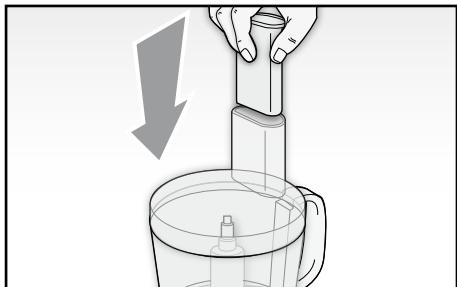

Fig. 8
- Se durante il funzionamento si rendesse necessario aggiungere alimenti, utilizzare il foro presente sul coperchio (O). Spingere gli alimenti inseriti con l'ausilio del premcibo (G) (Fig. 8).